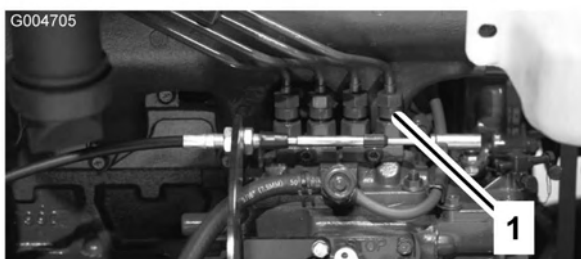

Figura 53
1. Afloje la conexión entre el tubo y el conjunto de la boquilla y soporte del inyector N° 1 en la bomba de inyección (Figura 53).